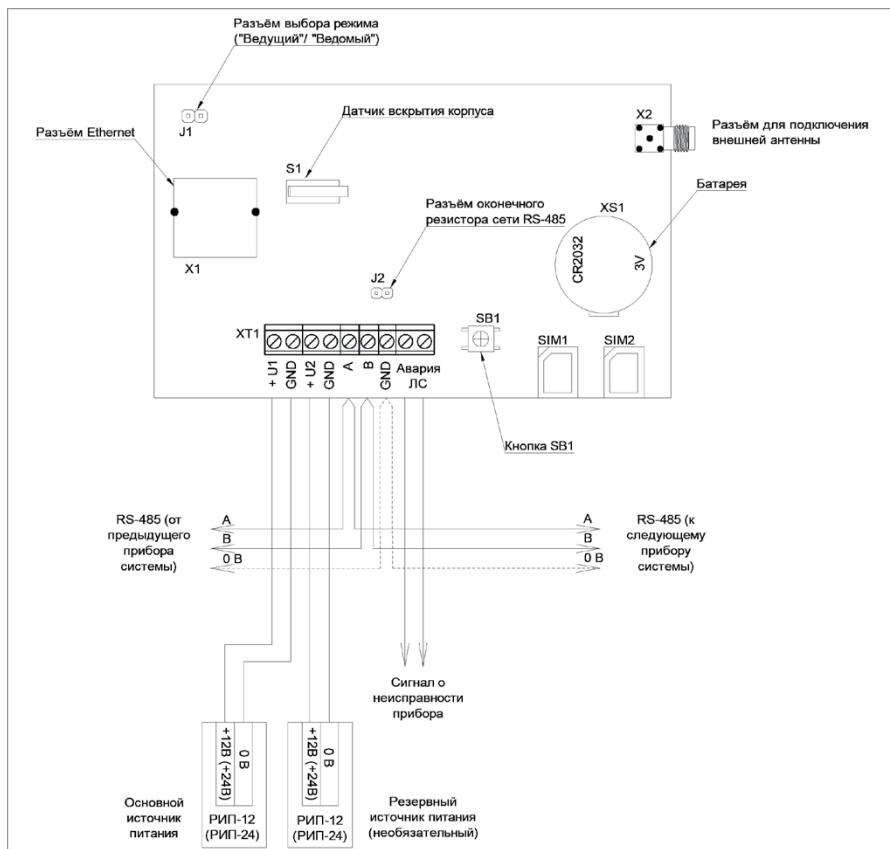

Рисунок 6. Схема подключений C2000-PGE исп.01
1.3. Подключение соединительных линий производите в соответствии с проектной документацией и схемой на Рисунок 6.